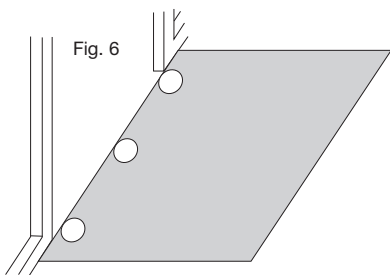

Fig. 6
**Lige dør:** Brug 3 markører (se fig. 6)
a. Placer de hvide markører som vist i illustrationerne (se fig. 6, 7 and 7.1), for at definere bredden og placeringen af hele døren.